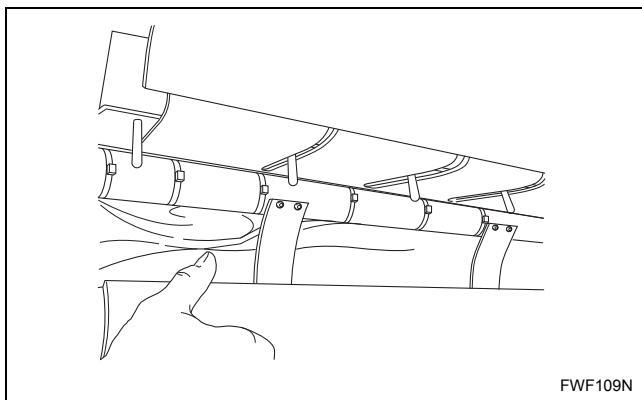

Abbildung 8
- a. Schutzpapier von unteren Einlauftrichter entfernen. Siehe *Abbildung 8*.